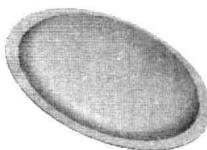
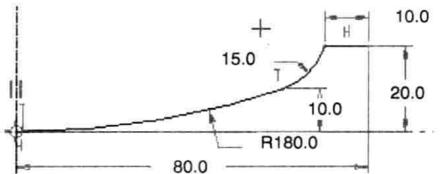

图 1.9 旋转类型的钣金壁特征
图 1.10 截面草图
Step2. 创建图 1.9 所示的旋转类型的钣金壁特征，操作步骤如下：
(1) 选择下拉菜单 **插入(I)** → **钣金件壁(W)** → **分离的(U)** → **旋转(E)** 命令，此时系统弹出“第一壁：旋转”特征信息对话框，该对话框反映了创建旋转特征的过程和状态。
(2) 定义旋转类型。在 **▼ ATTRIBUTES (属性)** 菜单中，选择 **One Side (单侧)** → **Done (完成)** 命令。
(3) 定义特征的截面草图。
① 定义截面草图的放置属性。选取 FRONT 基准面为草绘平面，接受系统默认的参照平面和方向。
② 创建特征截面。进入草绘环境后，接受默认的 RIGHT 和 TOP 草绘参照，绘制图 1.10 所示的旋转特征旋转中心线和截面草图；完成绘制后，单击“草绘”工具栏中的“完成”按钮 。